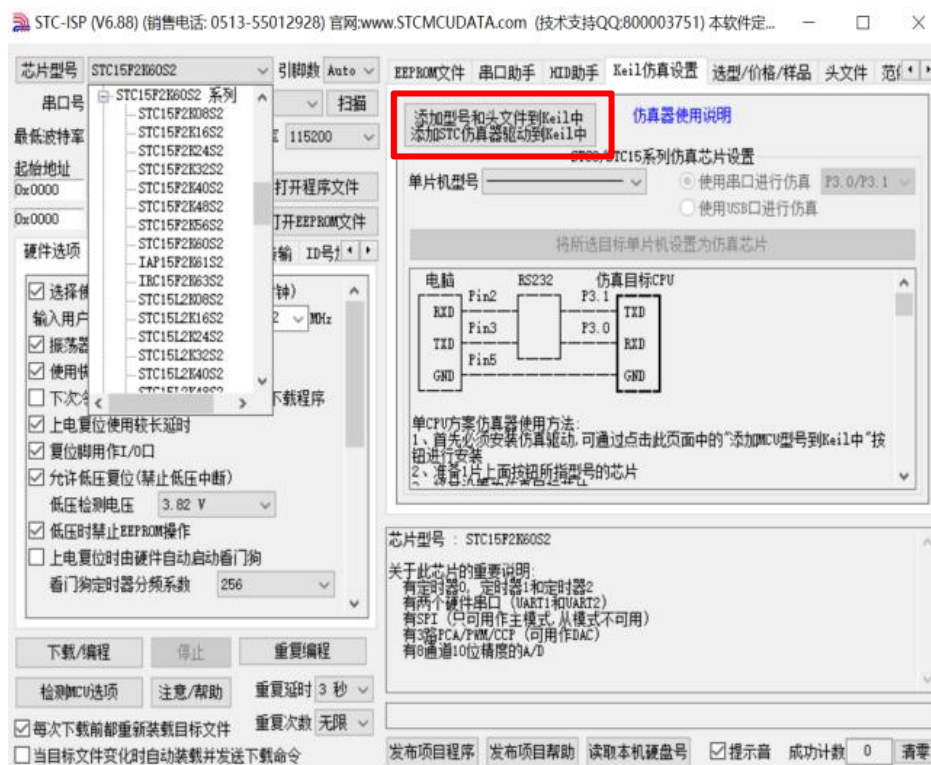

图 1 Keil 仿真设置界面
(1) 打开 STC-ISP 下载软件, 在 STC-ISP 右上方选择“Keil 仿真设置”标签, 单击“添加型号和头文件到 Keil 中”按钮, 如图 1 所示;